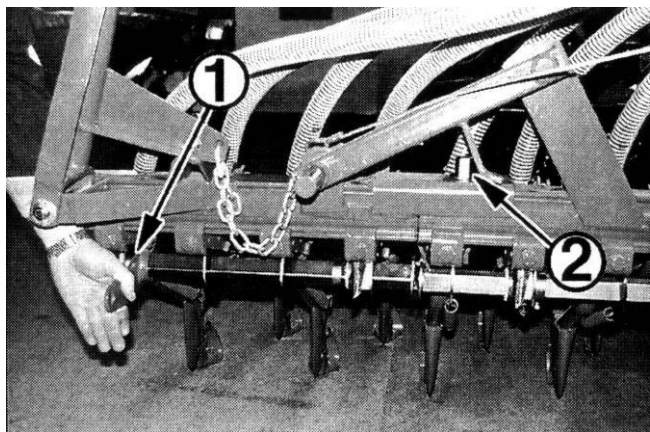

Abb. 10 Manuell klappbarer Träger
- * den Hebel unter dem Träger der Drillschare nach oben ziehen, solange bis die Kupplung nicht in die zwei Profilrohre einrastet, siehe Abb. 10